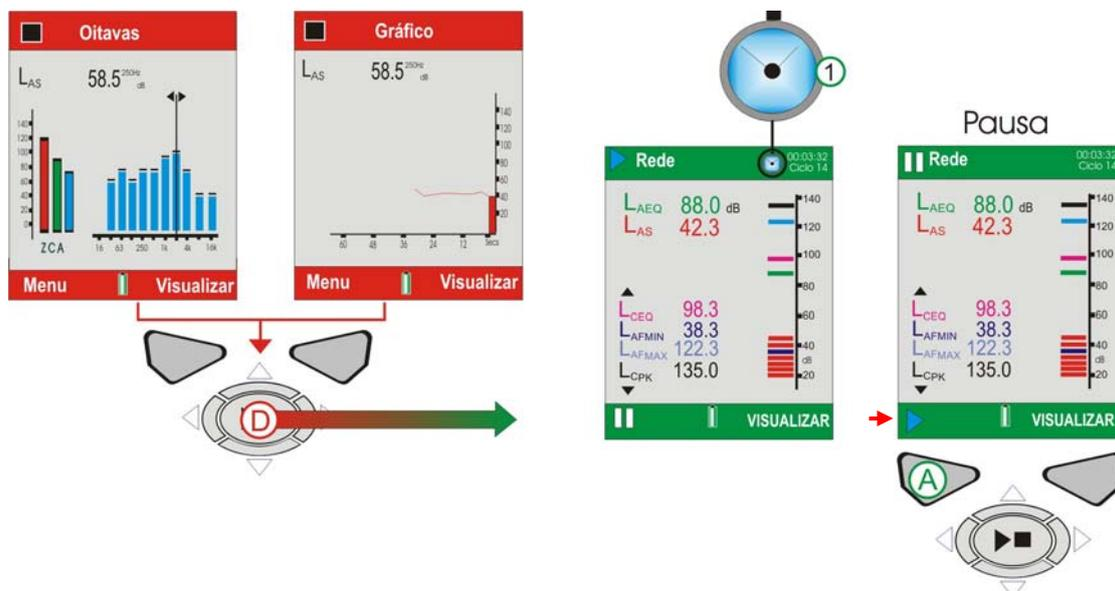

Figura 12 Telas do Ciclo
J. TELAS DO CICLO (Consulte a Figura 12)